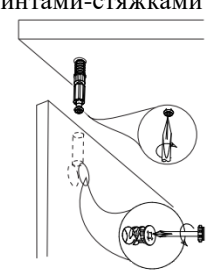

Рис.3
6. Установить крышку тумбы поз. № 2 и соединить с деталями поз. № 6, 6', 7 стяжкой эксцентриковой (Рис.3).
5. Присоединить фасад поз. № 11 к собранному ящику, зафиксировав конструкцию при помощи эксцентриковой стяжки (Рис.3).